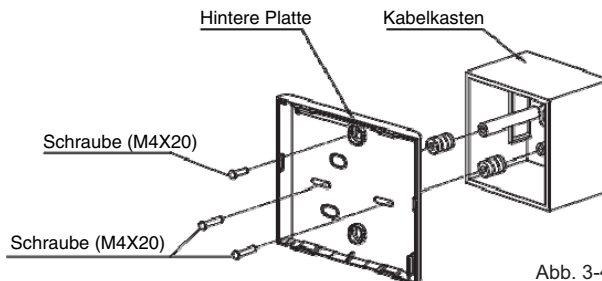

Abb. 3-4
- Um die verkabelte Steuerung am Kabelkasten zu fixieren, befestigen Sie die hintere Platte der verkabelten Steuerung mit 2 Schrauben (M4x25) am Kabelkasten und anschließend mit einer Schraube (M4x20) an der Wand (Abb.3-4).